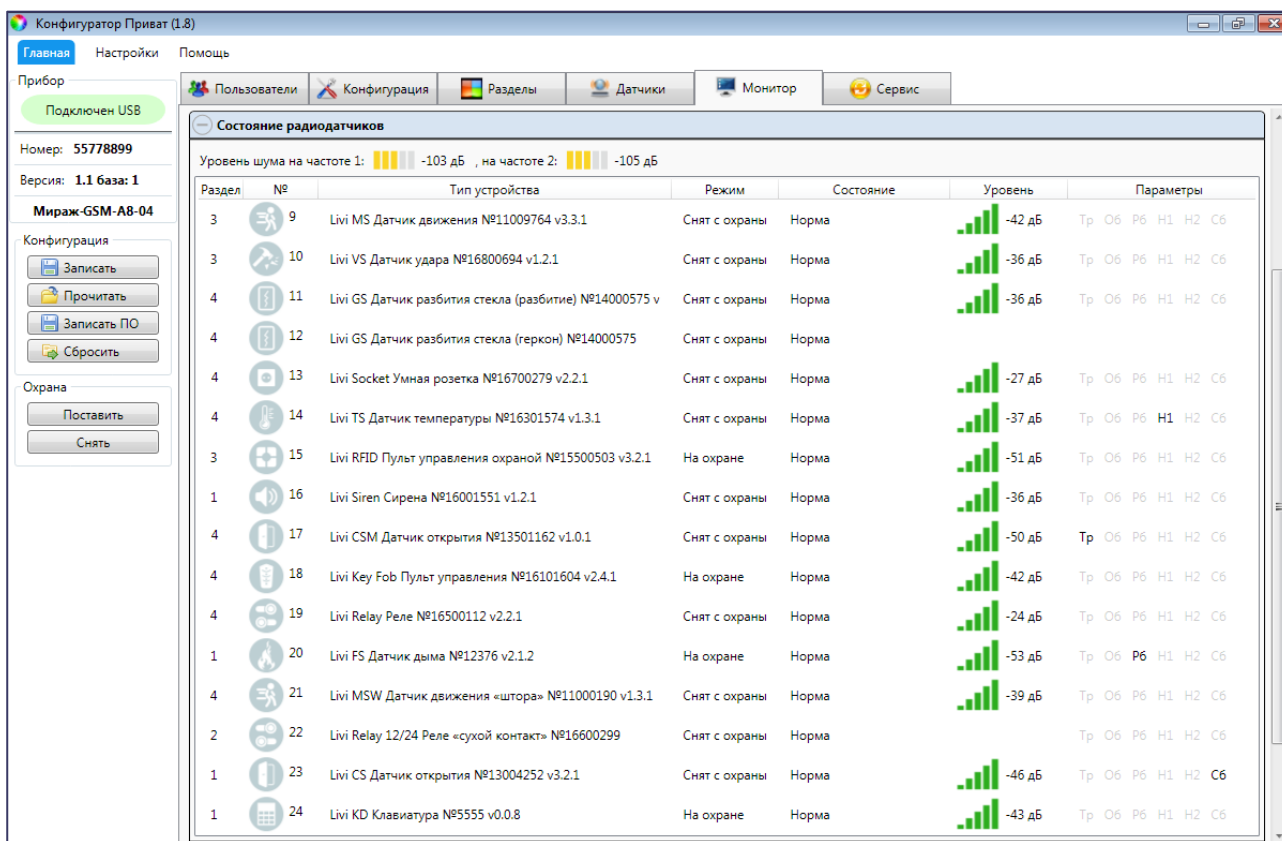

Рисунок 7.3 — Часть блока *Состояние радиоустройств* на вкладке *Монитор* в конфигурации контроллера *Мираж-GSM-A8-04*
- 1) В Конфигураторе на вкладке *Монитор* (см. рисунок 7.3).
Данные о текущем состоянии радиоустройств отображаются в режиме реального времени на вкладке *Монитор* в Конфигураторе (см. рисунок 7.3). В верхней части таблицы *Состояние радиодатчиков* на вкладке *Монитор* отображаются индикаторы *Уровень шума на частоте 1* и *на частоте 2*. Индикаторы показывают уровень радиопомех на рабочих частотах, которые могут снижать качество связи контроллера с радиоустройствами. Наилучший (наименьший) уровень шума отображается одной зеленой полоской, наихудший (наибольший) — пятью красными полосками.